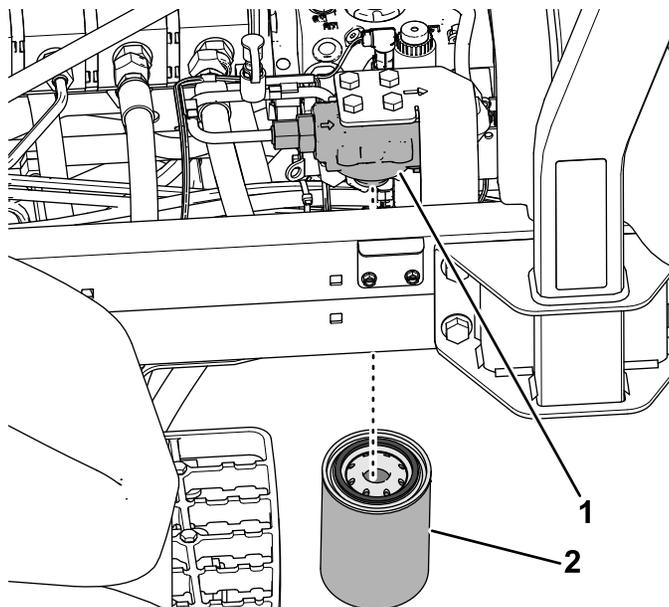

Figura 149
3. Sul lato sinistro della macchina, allineate una bacinella di spurgo sotto il filtro di carico (Figura 149).